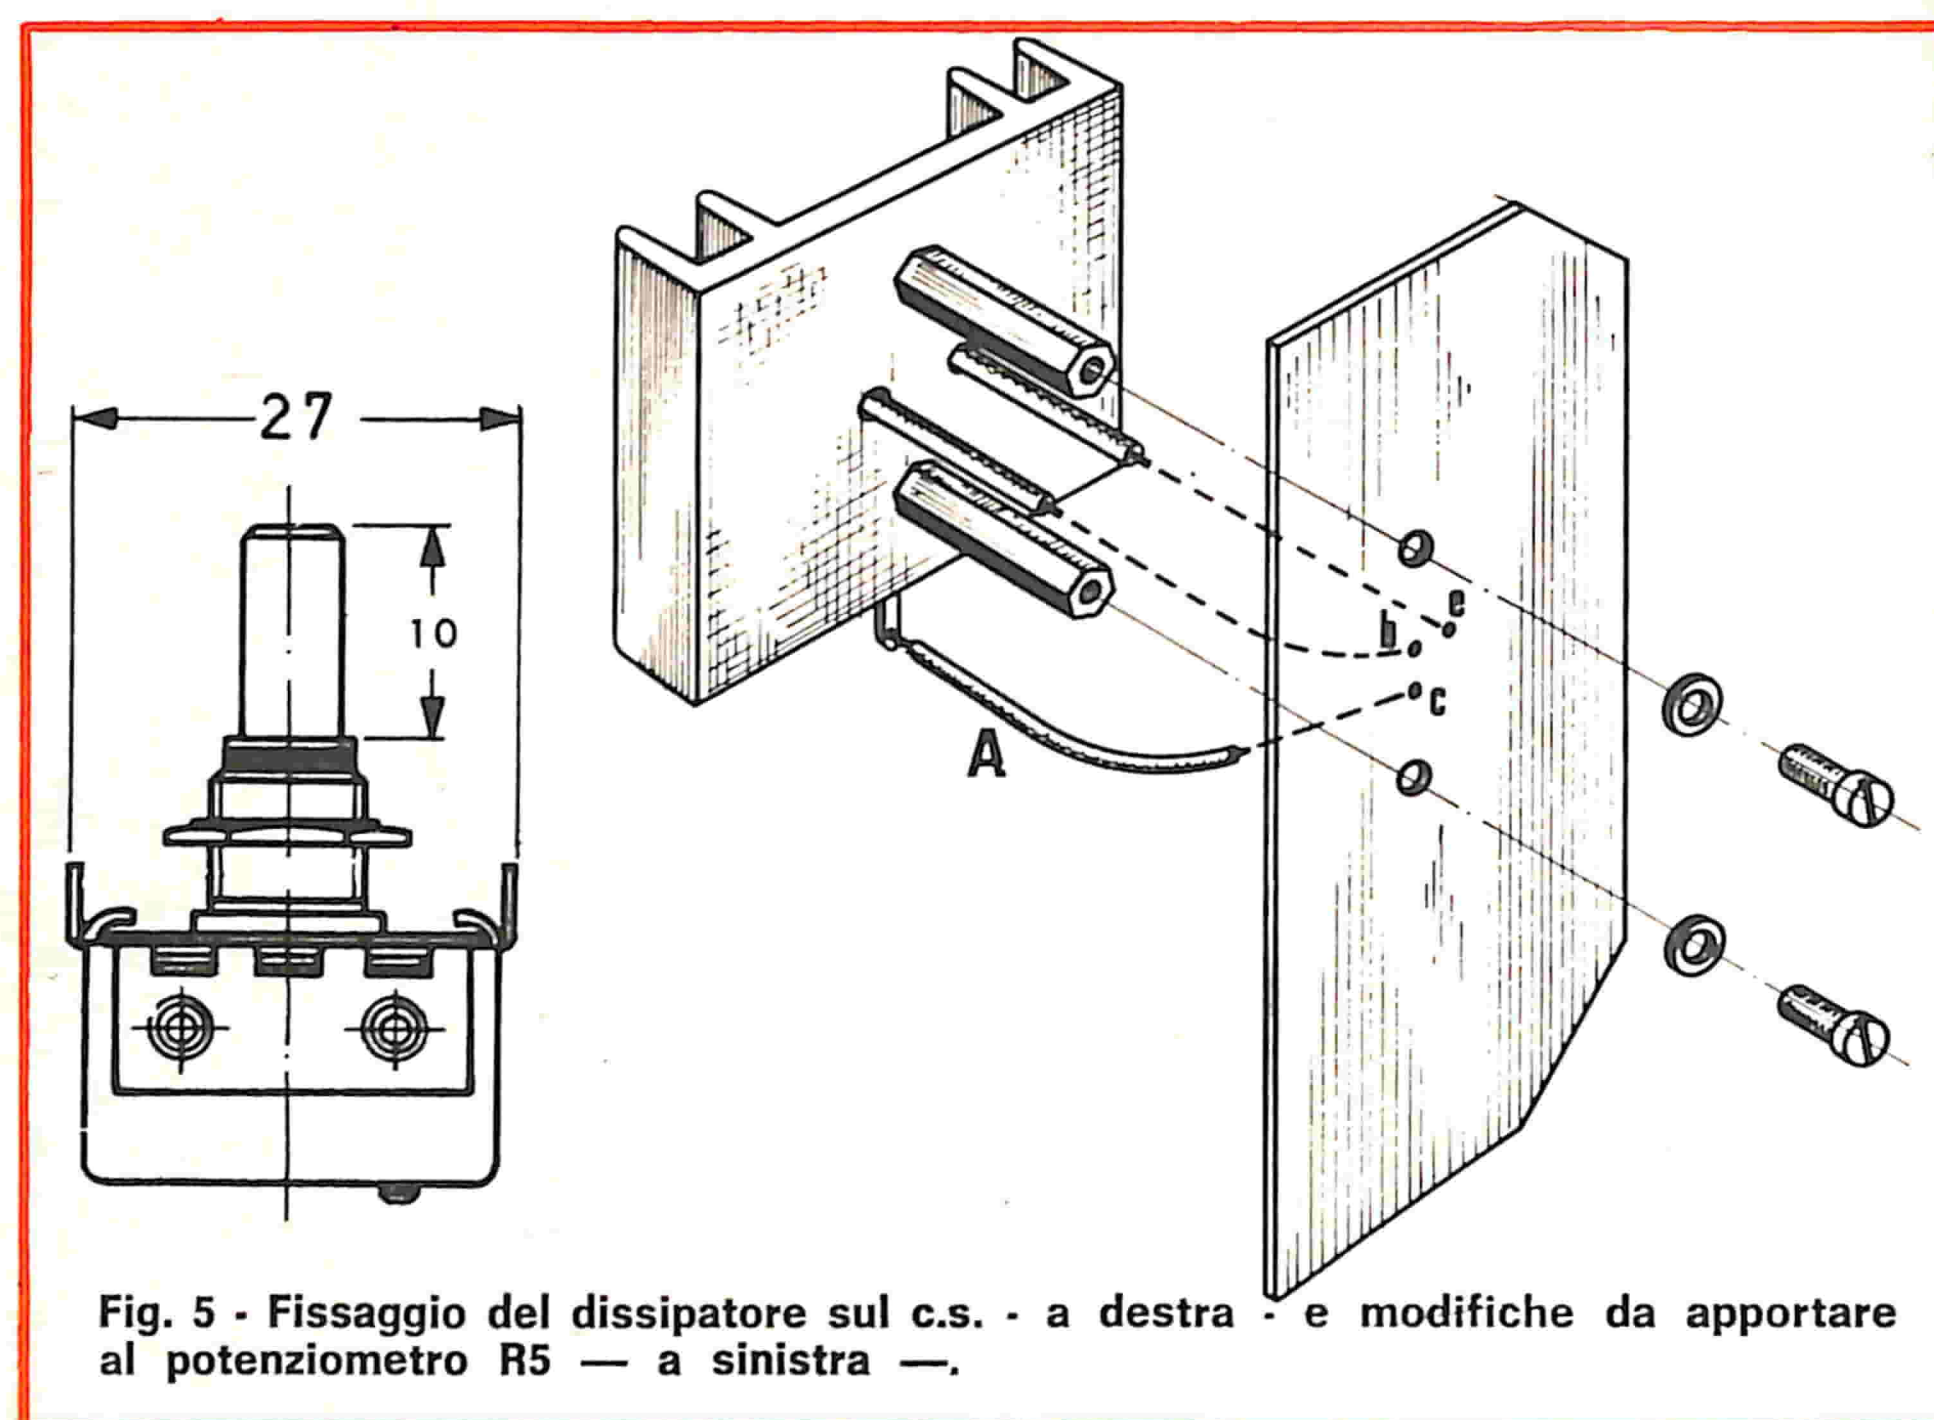

Fig. 5 - Fissaggio del dissipatore sul c.s. - a destra - e modifiche da apportare al potenziometro R5 - a sinistra -.
due spezzoni di tubetto sterlingato del $\varnothing$ di 3 mm e di lunghezza cm 3. (Vedi i particolari fig. 5).
- Collegare l'altra estremità del collegamento A al terminale del collettore di TR2. Vedi particolari di fig. 5.